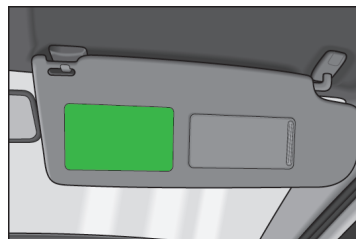

Fig. 14 Aletta parasole lato passeggero / etichetta
- Sull'aletta parasole lato passeggero. Nei veicoli per alcuni paesi si trova sull'aletta parasole lato passeggero l'etichetta » **fig. 14**.